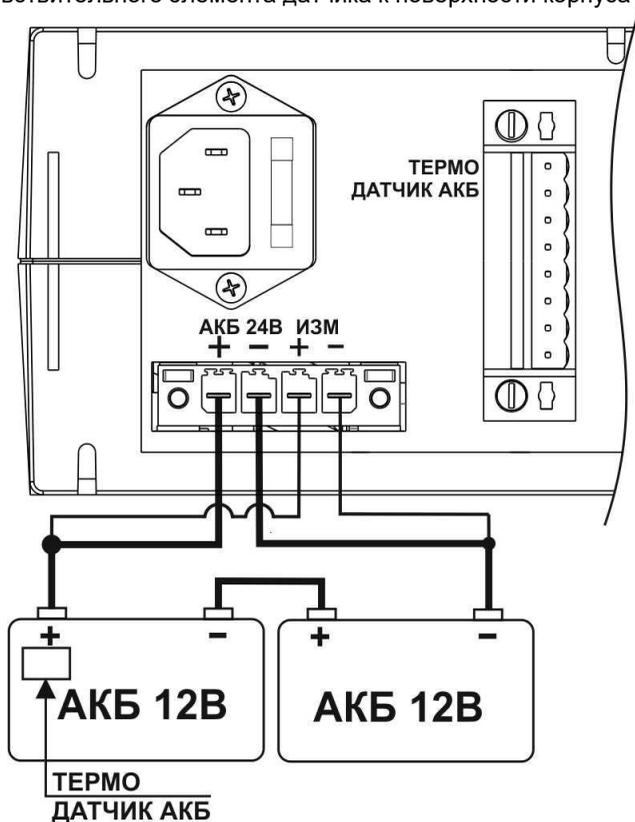

Рисунок 5 - Схема соединения аккумуляторов
- подключите внешнюю АКБ состоящую из 2-х батарей соединённых последовательно к изделию, соблюдая полярность, кабели для подключения внешней АКБ входят в комплект поставки (см. рис. 5);
- при необходимости термокомпенсации напряжения заряда АКБ подключите термодатчик к контактам колодки «Термодатчик АКБ» (полярность не имеет значения). Чувствительный элемент термодатчика закрепите на корпусе внешней АКБ в непосредственной близости от клеммы «+» с помощью липкой ленты. Для корректной работы термодатчика необходимо обеспечить плотное прилегание чувствительного элемента датчика к поверхности корпуса батареи (см. рис. 5);